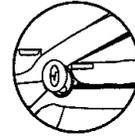

Abbildung 3
2. Bei Befestigung am Finger muß die Fingerspitze den erhöhten Fingeranschlag des Sensors berühren. Wenn der Fingernagel zu lang ist, kann er über den Fingeranschlag hinausragen. (Siehe Abbildung 3).